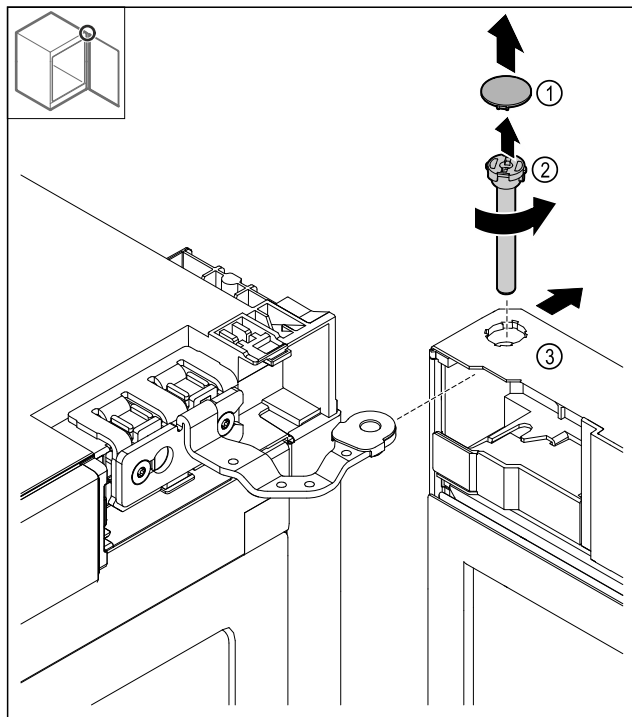

Fig. 12
- ▶ Снимите крышку Fig. 12 (1).
- ▶ Открутите палец Fig. 12 (2) против часовой стрелки и извлеките его.
- ▶ Немного отклоните дверь Fig. 12 (3).